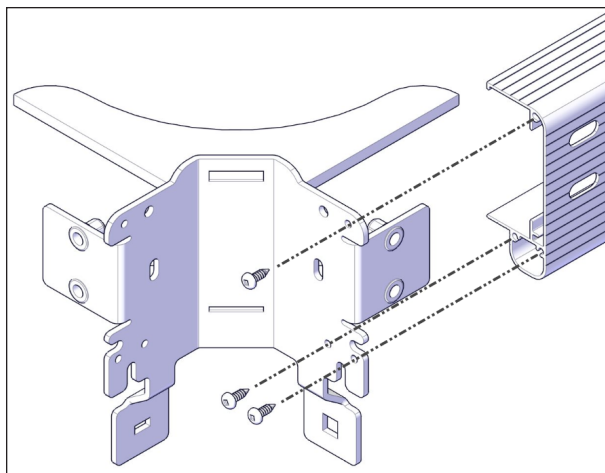

FIGURE 28: INSTALLATION DES SUPPORTS INTÉRIEURS DE COIN
8. Installer les supports intérieurs de coin aux deux extrémités des profilés en C restants. Fixer dans les trous inférieurs avec les vis à tête carrée n° 8 x 3/4 po fournies, voir Figure 28.